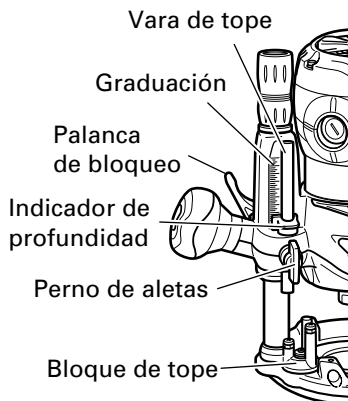

Fig. 4
1. Ajuste de la profundidad de corte (Fig. 4)